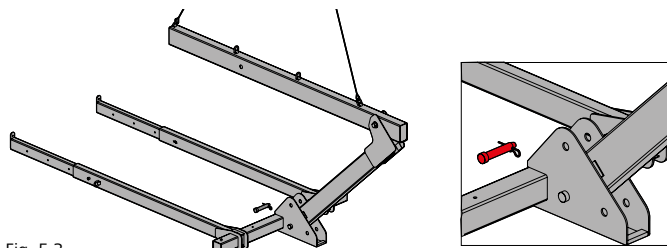
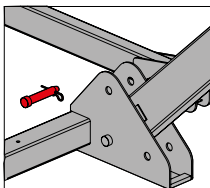

Fig. 5.3
Fig. 5.4
- Dépliez entièrement le palonnier à l'aide de la grue (Fig. 5.3 et Fig. 5.4).